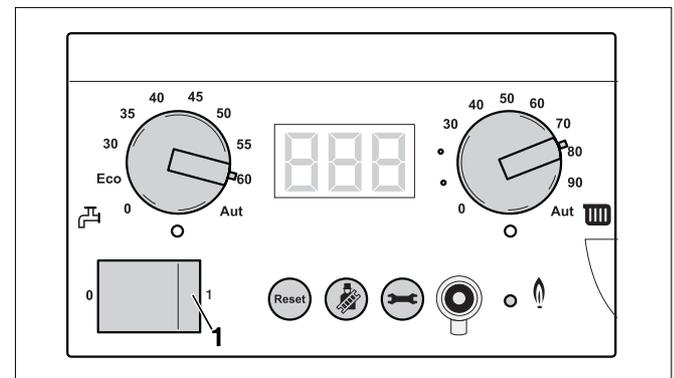

Fig. 81 Regolatore di base BC10
- Spegnere l'impianto di riscaldamento con l'interruttore generale del BC10 (fig. 81, **pos. 1**). In questo modo anche il bruciatore viene spento automaticamente.
- Spegnerne l'impianto di riscaldamento con l'interruttore generale del BC10 (fig. 81).